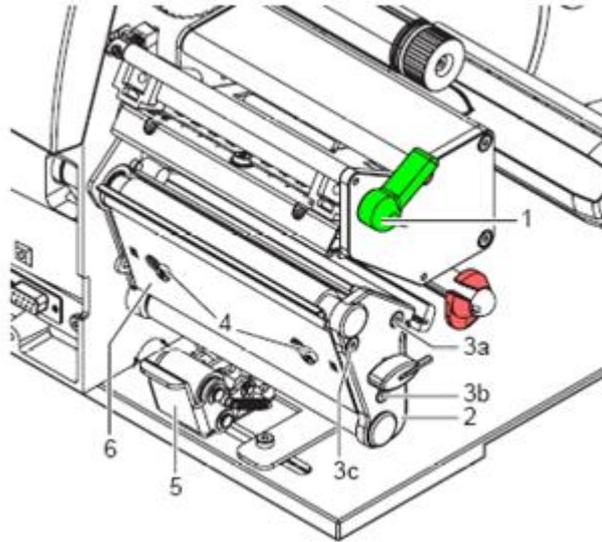

Abbildung 24
1. Andruckwalze (7) und Spendewalze (8) von den Wellen (9, 10) am Gehäuse abziehen.
3. Andruckwalze (7) und Spendewalze (8) auf die jeweilige Welle aufsetzen und leicht drehen bis der Sechskant der Welle in den Innensechskant der Walze greift.
4. Lagerplatte (2, Abbildung 24) ansetzen, mit Schrauben (3a, b, c, Abbildung 24) anschrauben und in der Reihenfolge a-b-c anziehen.
5. Spendeante (6, Abbildung 24) ansetzen und Schrauben (4, Abbildung 24) mit Sechskantschlüssel anziehen.